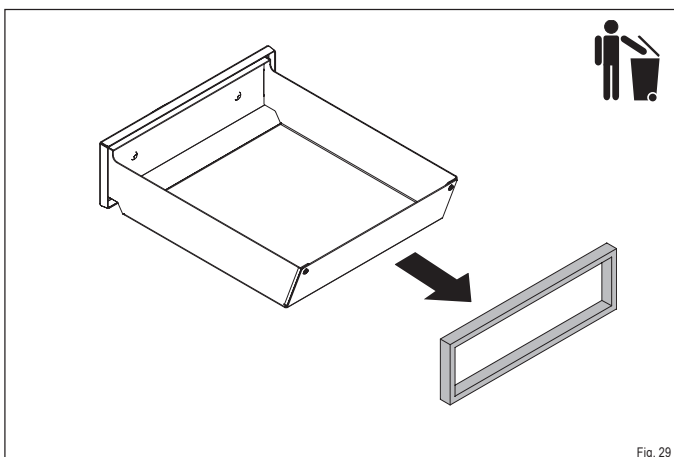

Fig. 29
- ▶ Retirez l'ancien joint du guide et jetez-le à la poubelle (Fig. 29).